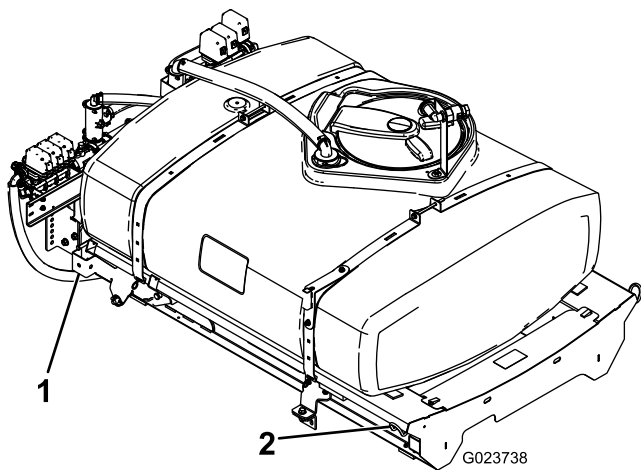

Bild 8
1. Heben Sie das Behältergestell (Bild 8) mit einer Hebevorrichtung an und positionieren Sie es über den Fahrzeugrahmen. Die Pumpe und das Ventil sollten nach hinten zeigen.